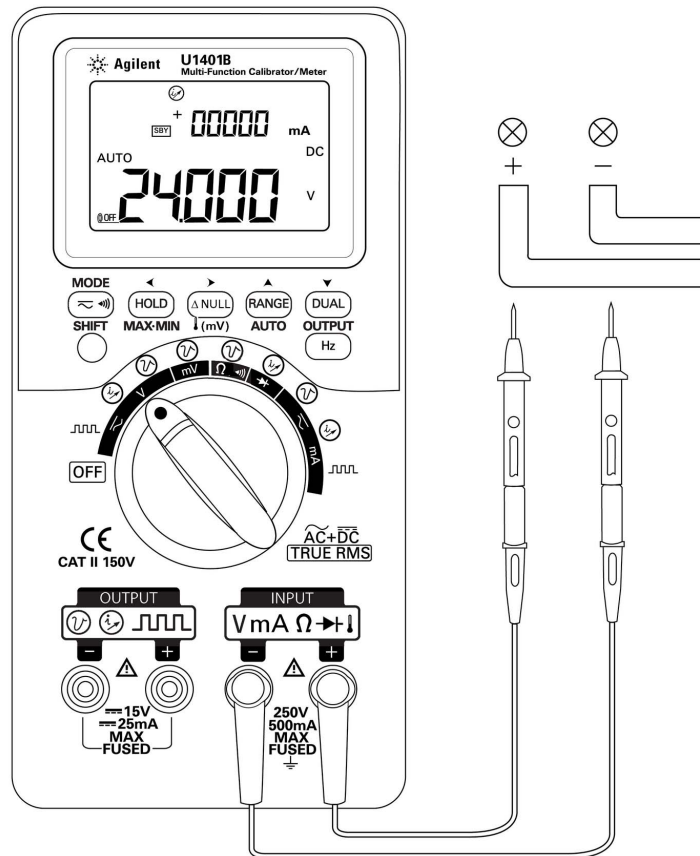

Figura 3-1 Medição de tensão DC
- 3 Conecte os fios de teste vermelho e preto aos terminais de entrada positivo e negativo respectivamente (Figura 3-1 na página 47).